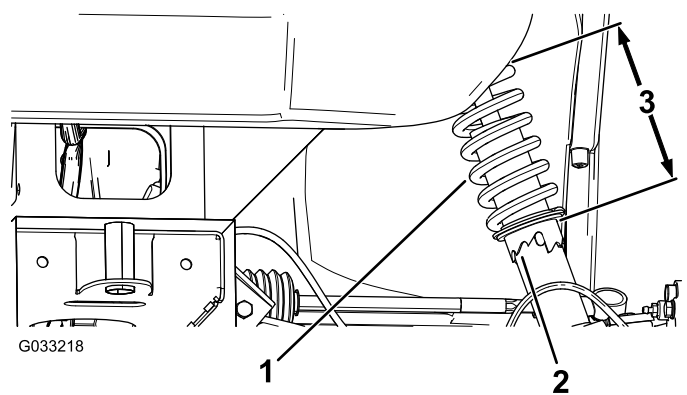

Figure 49
2. Si le carrossage des roues n'est pas correct, utilisez la clé à ergots pour tourner le collet sur l'amortisseur et orienter la roue correctement (Figure 49).